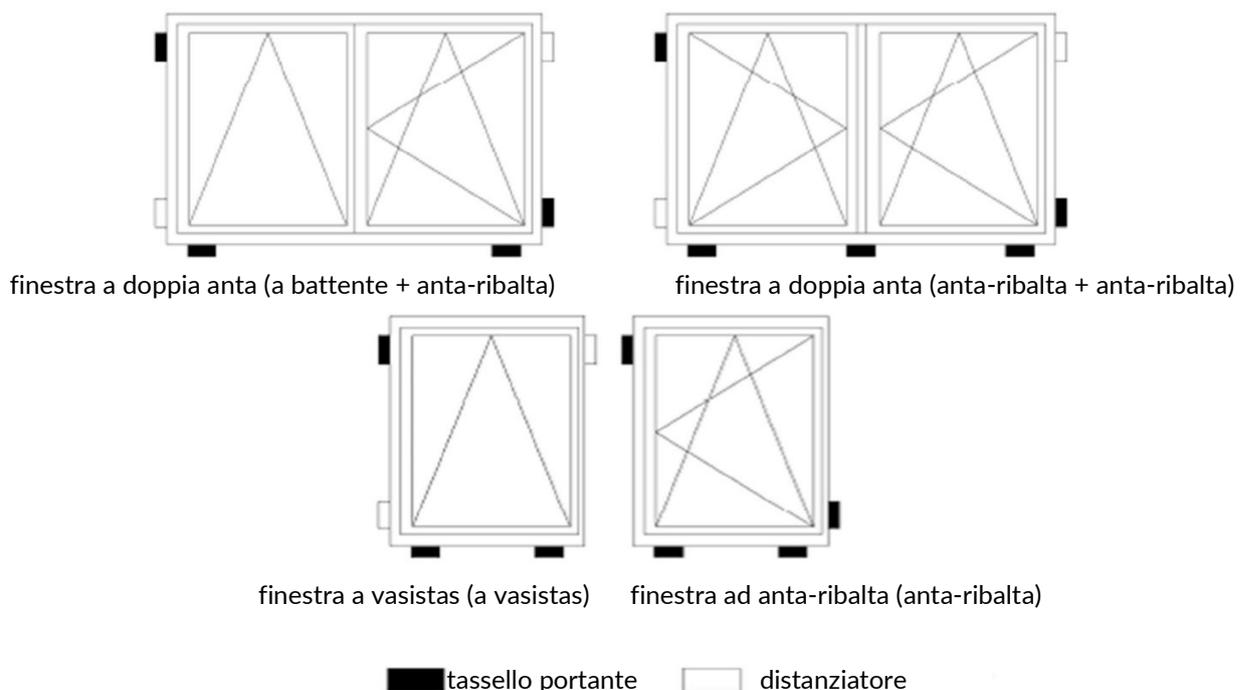

figura n. 2. Disposizione dei tasselli portanti e dei distanziatori
4. La disposizione dei tasselli portanti e dei distanziatori è stata presentata in figura n. 2.